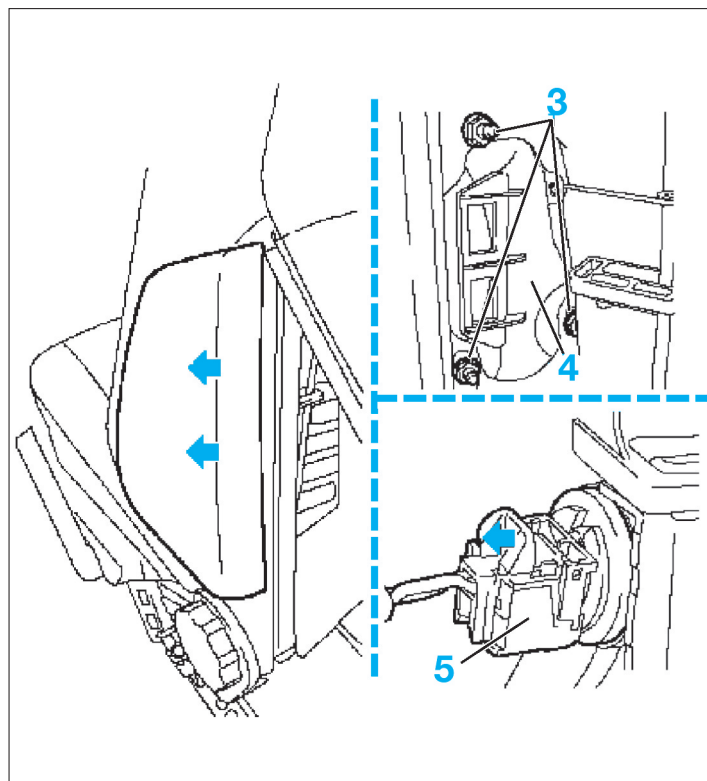

FIG. 13
- Déposer les vis de fixation (3) du module d'airbag latéral (4) (fig. 13).
- Débrancher le connecteur (5) de l'airbag.